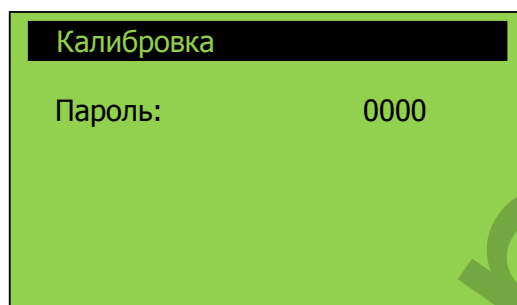

Рисунок 16 – Внешний вид окна «Пароль»
1.5.1. При этом появляется окно «Пароль» (см. рисунок 16).